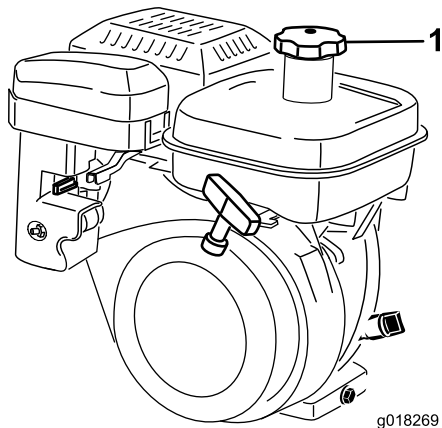

图22
1. 清理燃油箱盖附近的区域，从油箱上取下盖子（图22）。请使用无铅汽油，加油时，油位不得超过滤网的底部。切勿过量添加。